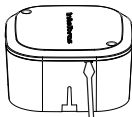

Figura 1
- » Abra a tampa do produto e fixe-o no local da instalação. Para o modelo VBOX 1100, utilize uma chave de fenda para fazer a abertura conforme a *Figura 1*.